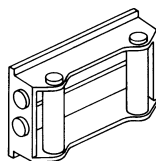

Figura 18
- EQUIPAR EL CABRESTANTE CON UN ESCOBÉN CON RODILLOS reducirá sustancialmente el desgaste del cable de alambre durante sesiones de tirado en ángulo (Figura 18). Los rodillos eliminan el roce pesado y las abrasiones sufridas por el cable de alambre.